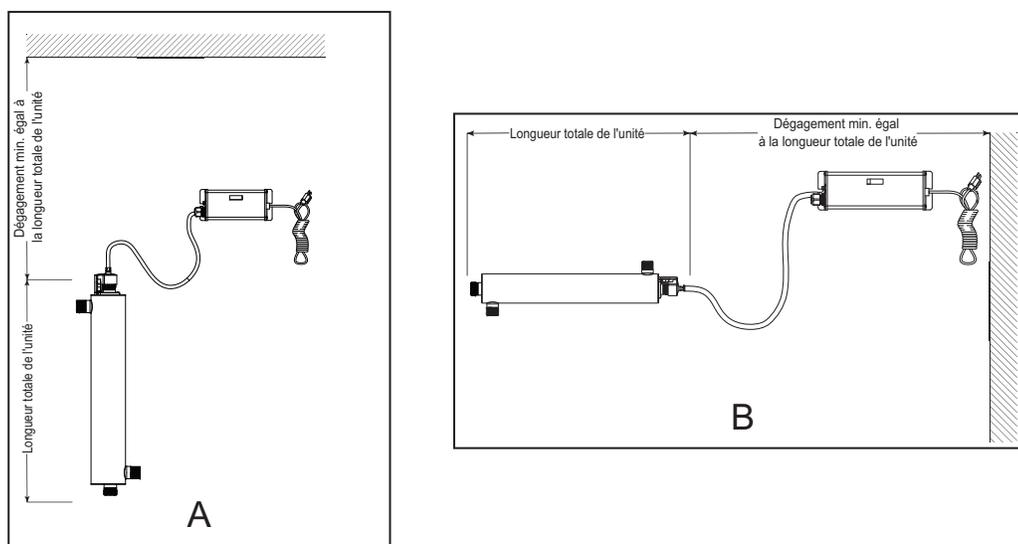

Figure 4 Installation du système de UV - Verticale et Horizontale
2. Sélectionnez un emplacement approprié pour le système de UV et ses composants connexes. Étant donné qu'il est recommandé d'installer un DFT, assurez-vous qu'il est pris en compte avant l'installation. Le système peut être installé soit verticalement (orifice d'entrée en bas) comme indiqué dans la Figure 4 A soit horizontalement comme indiqué dans la Figure 4 B. Cependant, l'installation verticale est la méthode préférée. Lorsque vous sélectionnez un emplacement de montage, laissez suffisamment d'espace pour permettre la dépose de la lampe UV/du manchon en quartz (on laisse habituellement un espace équivalent à la taille de la chambre elle-même).